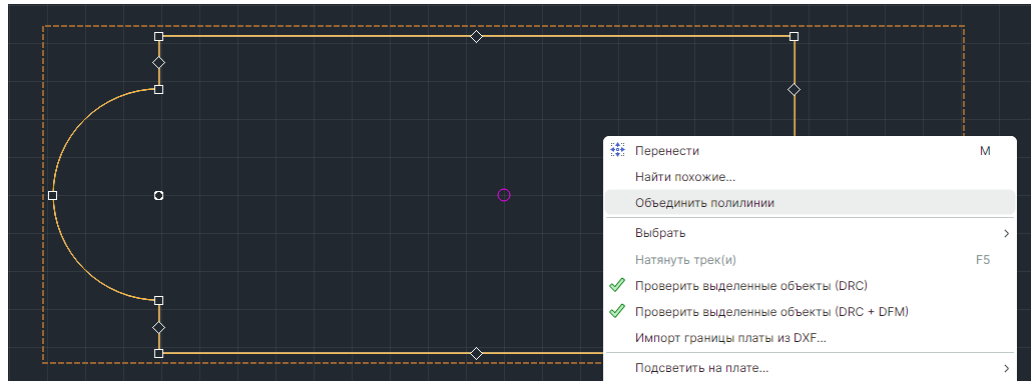

Рис. 116 Объединение полилиний
6. Для объединения полилиний используйте команду контекстного меню «Объединить полилинии», см. Рис. 116.